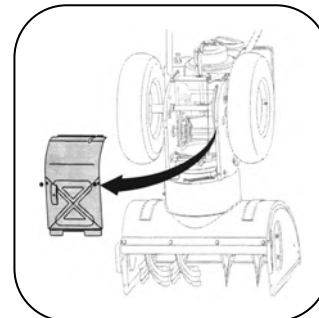

Рис.22
2. Осторожно поверните снегоочиститель вверх и вперед, чтобы он опирался на корпус шнека. Снимите крышку рамы с нижней стороны снегоочистителя, удалив четыре самореза, которые крепят ее. См. рис. 22.